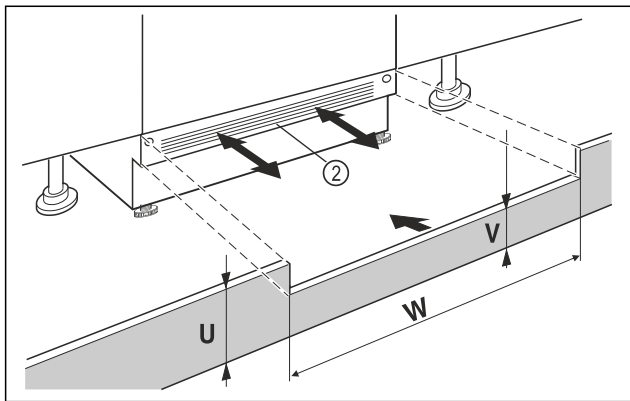

Fig. 40 Immagine a titolo di esempio
- Applicare lo zoccolo dell'apparecchio Fig. 40 (2) ma non fissarlo ancora.
- Se lo zoccolo è visibile Fig. 40 (2), tirarlo in avanti in modo tale che il bordo anteriore della griglia di ventilazione e lo zoccolo del mobile siano a filo.
- Se lo zoccolo è nascosto Fig. 40 (2) spingerlo completamente indietro.
- Verificare che le fessure di ventilazione siano completamente libere: Se necessario, tagliare lo zoccolo del mobile Fig. 40 (U)!
- Adattare, per la larghezza dell'area di incasso Fig. 40 (W), l'altezza del listello Fig. 40 (V) sotto lo zoccolo dell'apparecchio Fig. 40 (2).